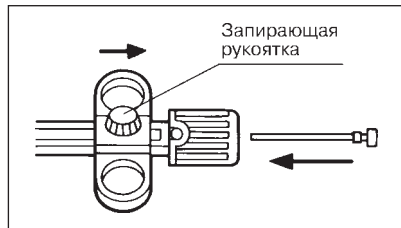
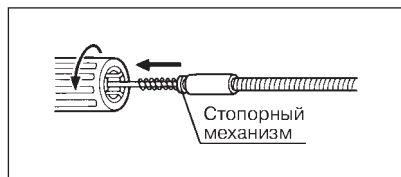

Рис. 5.
Рис. 6.
- (2) Освободите ползунок вращением запирающей рукоятки против часовой стрелки (см. рис. 5).
- (3) Сдвиньте ползунок в сторону зажимного кольца (см. рис. 5).
- (4) Введите подвижное соединение спиральной (проволочной) оболочки с рабочей проволокой в просвет зажимного кольца до упора (см. рис. 5).
- (5) При ощущении упора зафиксируйте подвижное соединение поворотом запирающей рукоятки по часовой стрелке.
- (6) Нажимая на ползунок и подтягивая его назад, убедитесь в том, что подвижное соединение спиральной (проволочной) оболочки с рабочей проволокой фиксировано на ползунке.
- (7) Введите стопорный механизм в просвет зажимного кольца до упора (см. рис. 6).
- (8) При ощущении упора стопорного механизма поверните зажимное кольцо на 180°.
- (9) Нажимая на проксимальную часть спиральной (проволочной) оболочки и подтягивая его в обратном направлении, относительно инструментальной рукоятки, убедитесь в том, что стопорный механизм фиксирован в зажимном кольце.